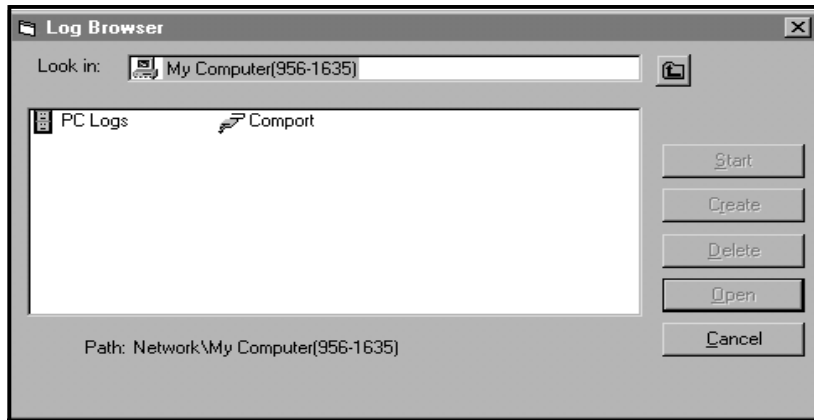

Figura 15: Selezione del tipo di registro
- Fare doppio clic sul *nome del computer* per passare alla finestra di dialogo mostrata nella Figura 15.